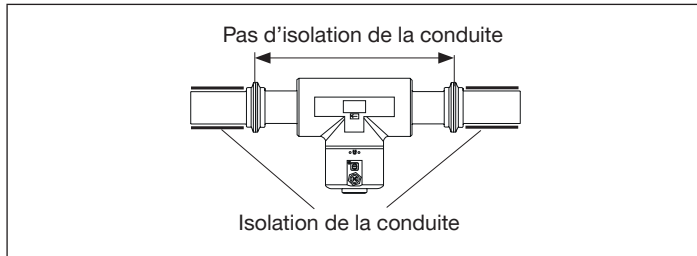
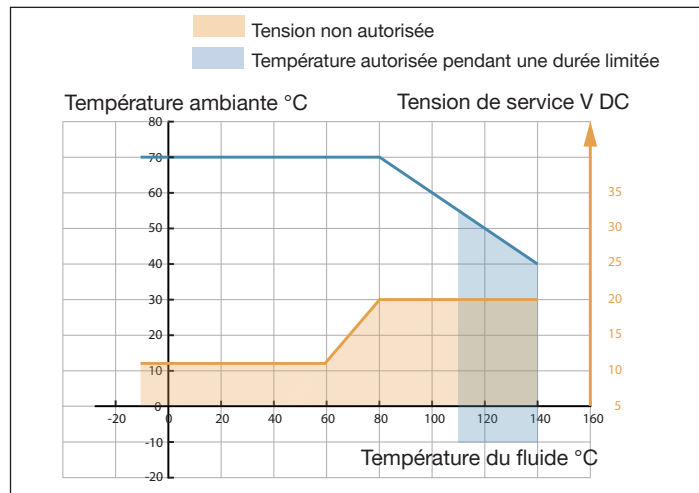

Fig. 10 : Isolation thermique de la conduite
Fig. 13 : Tension d'alimentation minimum en fonction de la température ambiante et de la température du fluide
→ Si la conduite est équipée d'une isolation thermique, ne pas isoler thermiquement le tube de mesure de l'appareil pour s'assurer que la température dans l'appareil reste inférieure à 70°. Voir « Fig. 10 » et, pour la tension d'alimentation minimale, voir « Fig. 13 »
- Respecter la tension d'alimentation minimale, voir « Fig. 13 ».